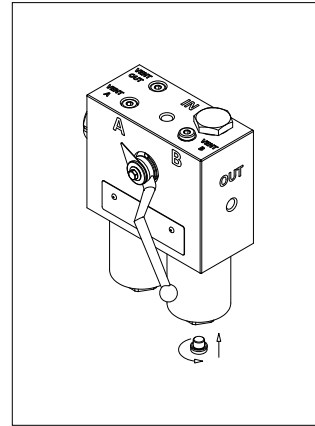

fig. 8
- (Fig. 8) Serrare il tappo di drenaggio facendo riferimento alla tabella delle coppie di serraggio al paragrafo 3